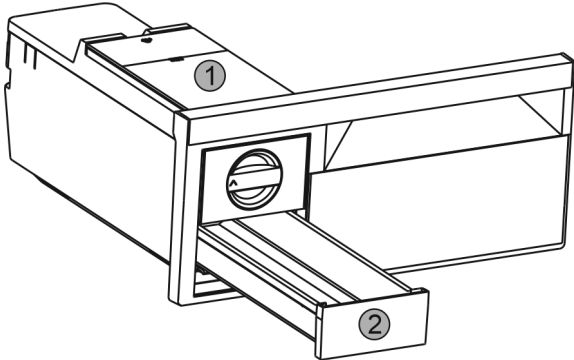

Fig. 47
- Enlever le réservoir d'eau Fig. 47 (1) et le tiroir à glaçons Fig. 47 (2).